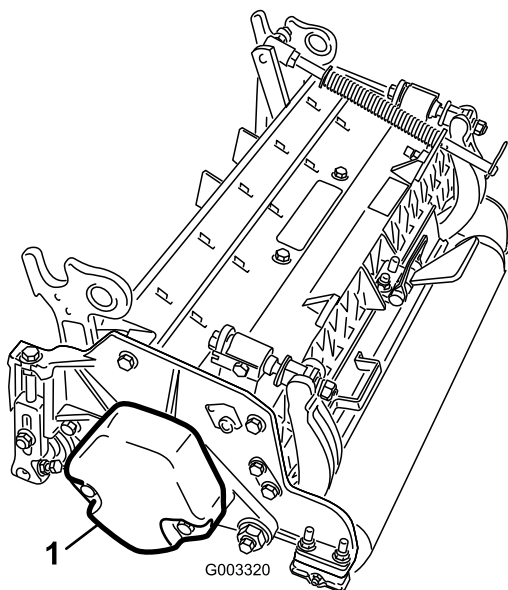

Figura 5
3. Asigurați-vă că ai montat contragreutatea (Figura 5) la capătul corespunzător al unității de tăiere, conform descrierii din *Manualul operatorului* unității de tăiere.